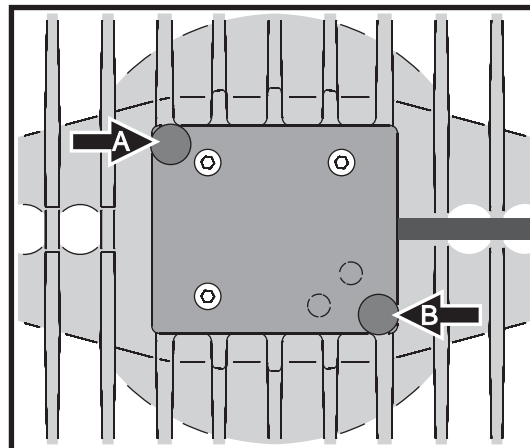

Figure 2: Accès à la lampe, vis de fixation
2. La douille de la lampe est fixée sur le capot d'accès à la lampe. Voir Figure 2. Retirez les 2 vis Torx **A** et **B** du capot de lampe et dégagez-le soigneusement jusqu'à ce que la lampe soit accessible. Evitez de torsader le faisceau.